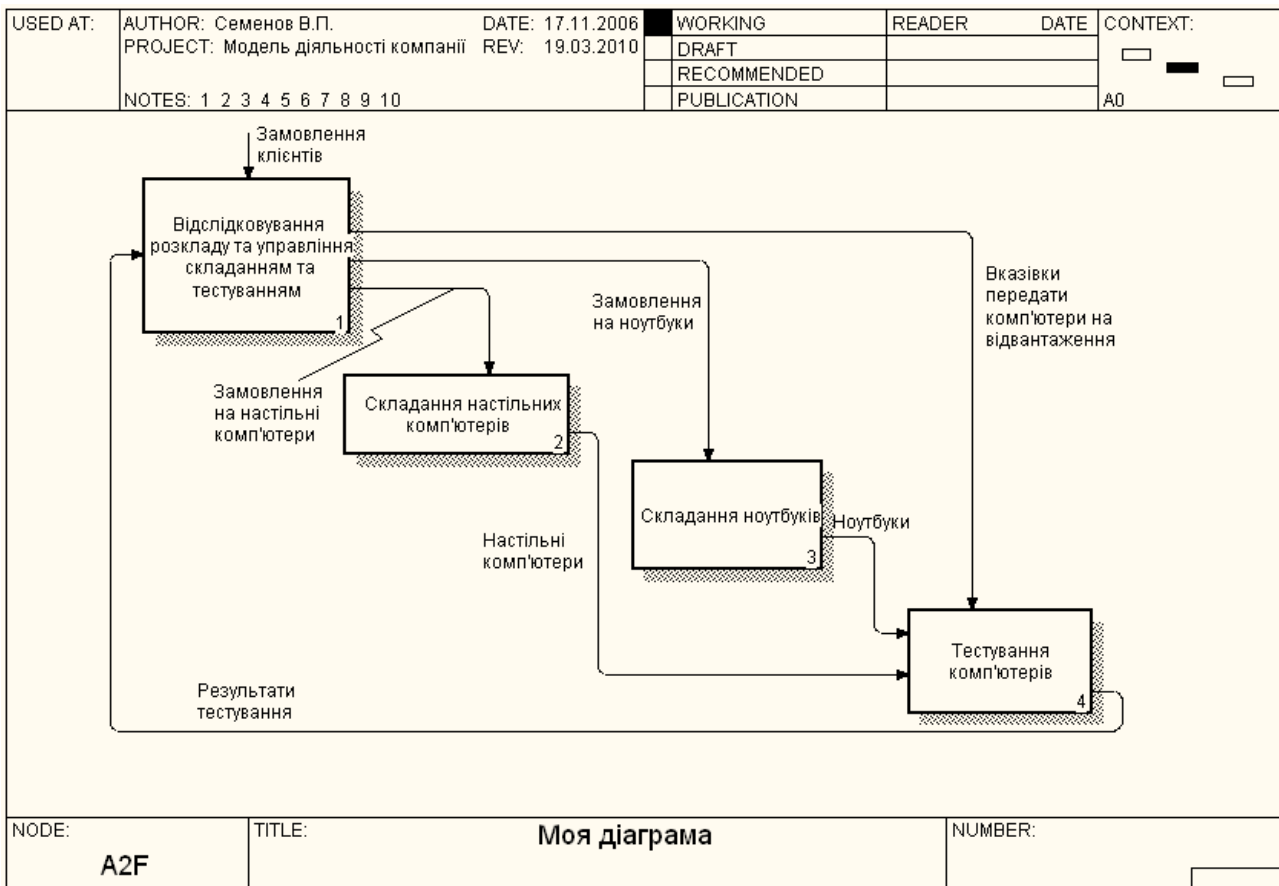

Рисунок 4.5 – Навчальна діаграма
8. Вилучіть деякі стрілки на діаграмі FEO (в діалогах на підтвердження вилучення відповідати ТАК), як вказано на рис. 4.5. Ця діаграма буде результатом виконання даного практичного заняття.